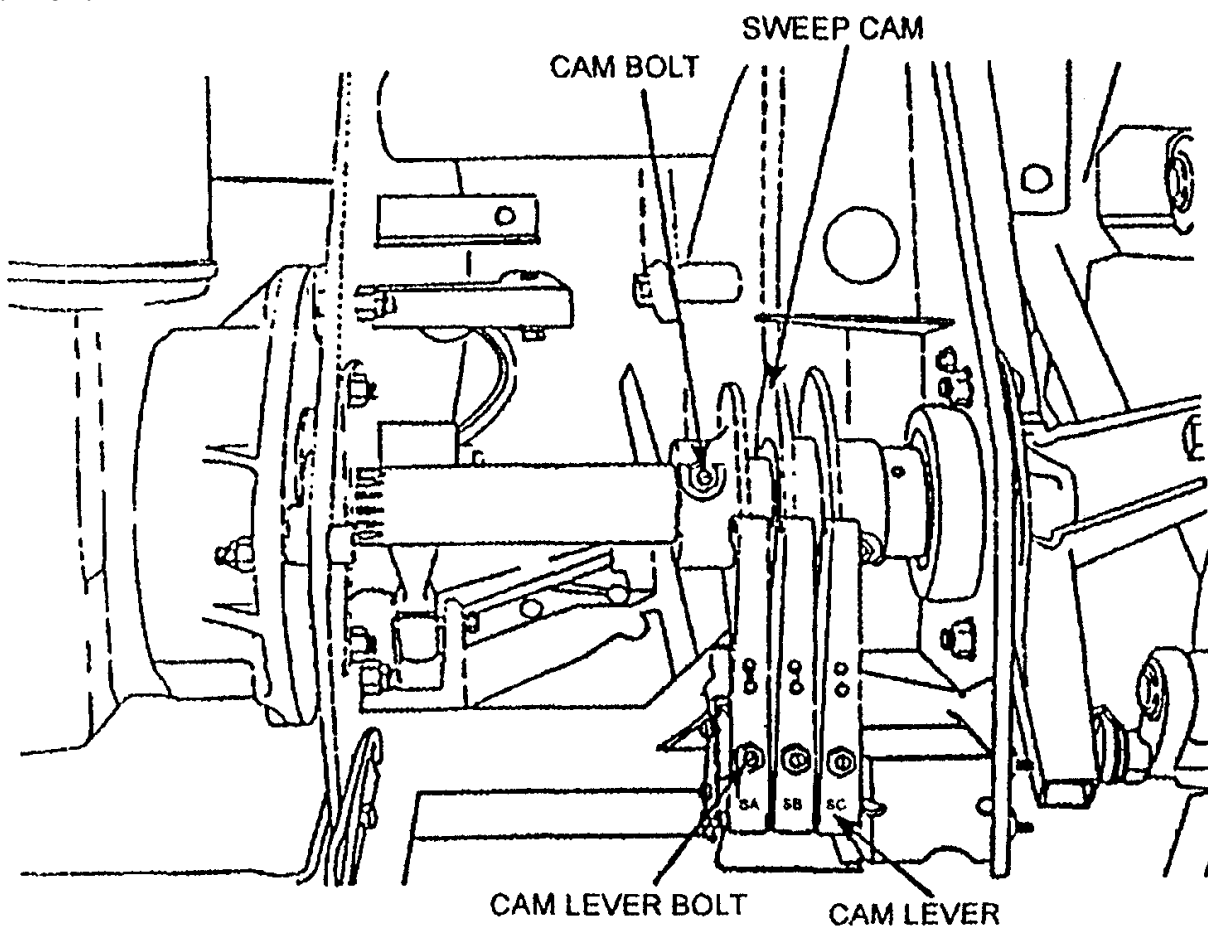

Рисунок 15
1. Наклоните или проверните механический захват так, чтобы рычаг установился в самом нижнем положении кулачка захвата (рис.15).